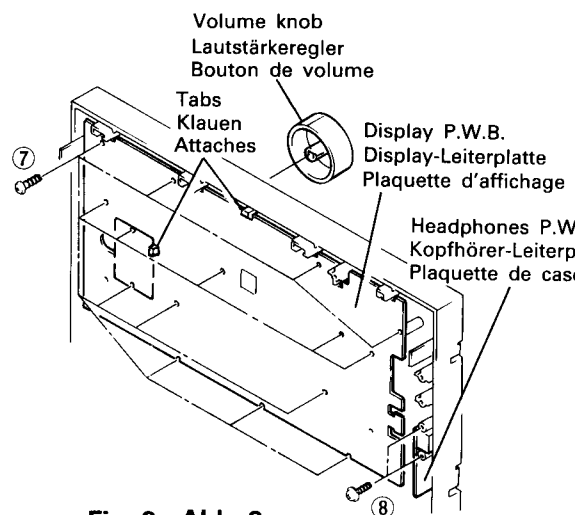

Fig. 3 Abb. 3
3. Display P.W.B. (Fig. 3)
4. Headphones P.W.B. (Fig. 3)
3. Display-Leiterplatte (Abb. 3)
4. Kopfförer-Leiterplatte (Abb. 3)
3. Plaquette d'affichage (Fig. 3)
4. Plaquette de casque (Fig. 3)